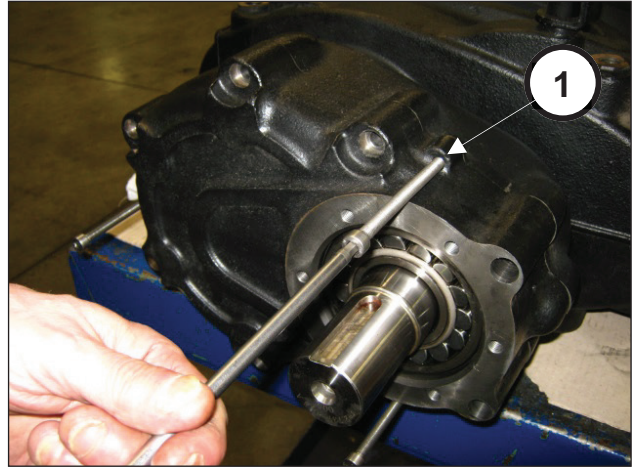
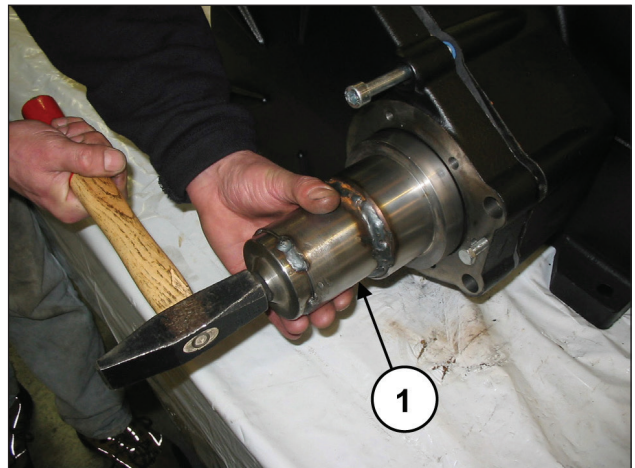

Fig. 8
Fig. 9
Visser 3 goujons filetés (rep. ①, Fig. 8) faisant office d'extracteurs et, simultanément, à l'aide de l'outil approprié (réf. 27887000), frapper sur celui-ci de telle sorte que le roulement reste emmanché sur le pignon pendant l'extraction du couvercle (rep. ①, Fig. 9).